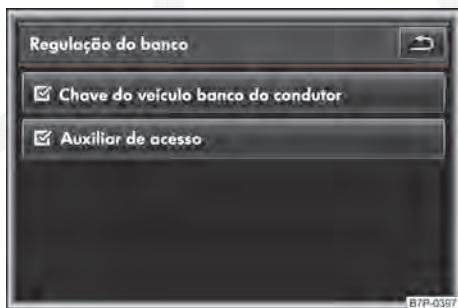

Fig. 78 Sistema Infotainment: menu de ajustes do banco para o banco do condutor com função de memória.
- Ativar a caixa de marcação na superfície de função (Chave do veículo banco do condutor) mediante toque ✓ ⇒ Fig. 78.
Se já foi executada uma ativação da memorização automática com os botões de memória na porta do condutor, o sinal de visto na caixa de marcação ✓ da superfície de função (Chave do veículo banco do condutor) ⇒ Fig. 78 estará ativado automaticamente.